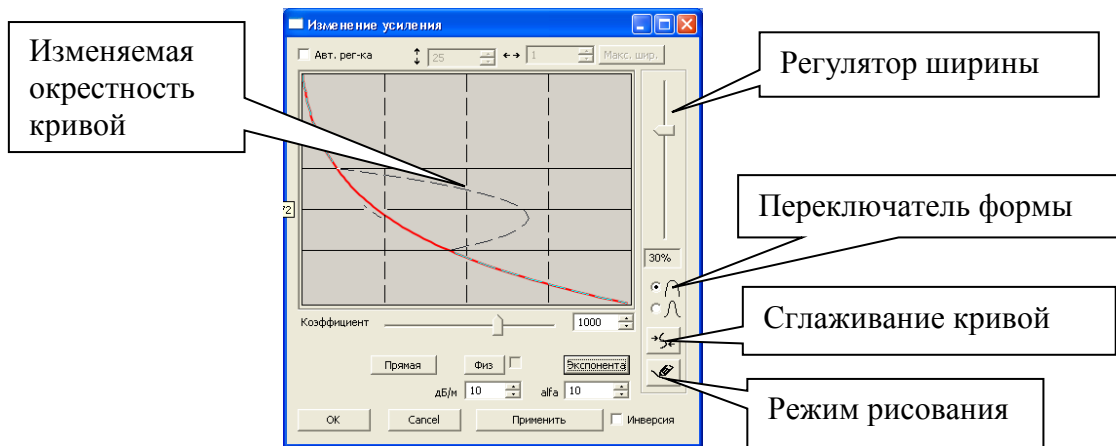

Рис. 4.43 - Настройка усиления по глубине
- Произвольная форма кривой. При включенном «Режиме рисования» (Рис. 4.43), пользователь имеет возможность произвольно прочертить линию, двигая курсором мыши с зажатой левой кнопкой.
- Профиль усиления можно произвольно менять, вручную перемещая мышкой элементы кривой выравнивания. При этом вместе с точкой кривой, соответствующей положению курсора мыши, оттягивается окрестность, протяженность которой задается «Регулятором ширины» в процентах от размера окна рисования (Рис. 4.43). Форма оттягиваемой окрестности определяется «Переключателем формы» (Рис. 4.43).
Для ослабления резких изменений (перепадов) кривой выравнивания используется кнопка «Сглаживание кривой» (Рис. 4.43). При последовательных нажатиях на неё эффект сглаживания усиливается.